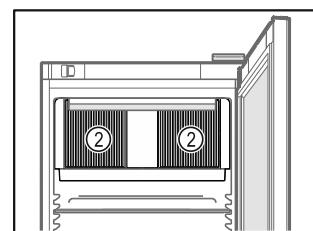

Fig. 72
- Дръжте вентилационните отвори *Fig. 72 (2)* на циркуляционния вентилатор във вътрешността свободни.